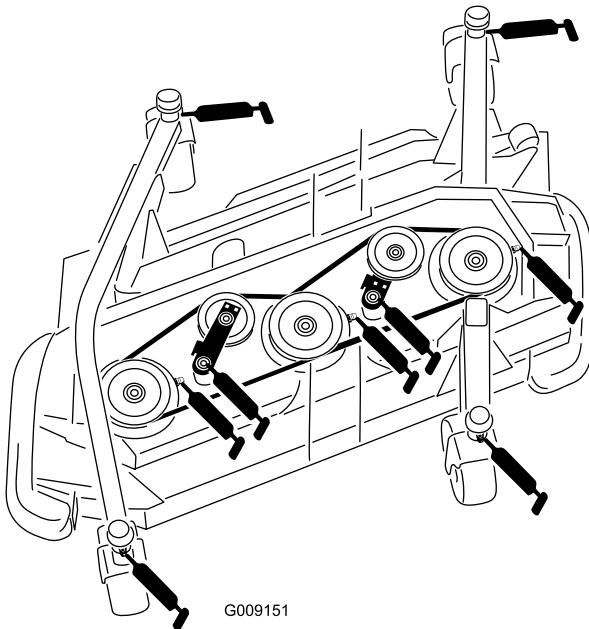

Figure 52
- Bagues d'axe de fourche de roue pivotante (2) (Figure 52)
- Paliers d'axes de pivot (3 sur chaque) (sur la poulie d'axe) (Figure 52)
- Bagues de pivot de bras de poulie de tension (2) (sur l'axe de pivot de poulie de tension) (Figure 52)